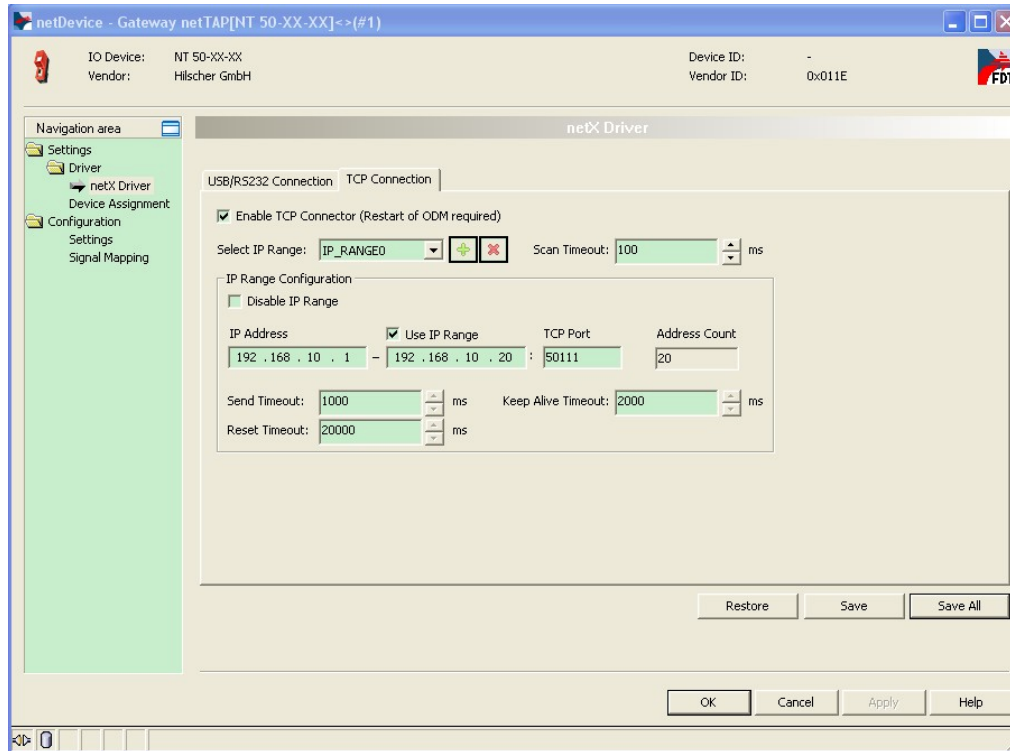

图 20
- 4) 单击蓝色加号，添加进行扫描的 IP 地址。如果仅连接了一个网关，设置在 Ethernet Device Setup 软件中设置的网关 IP 地址；更多情况下，连接了多个网关，此时可以设置一个 IP 网段，如图 20 所示，完成后单击“Save”保存。